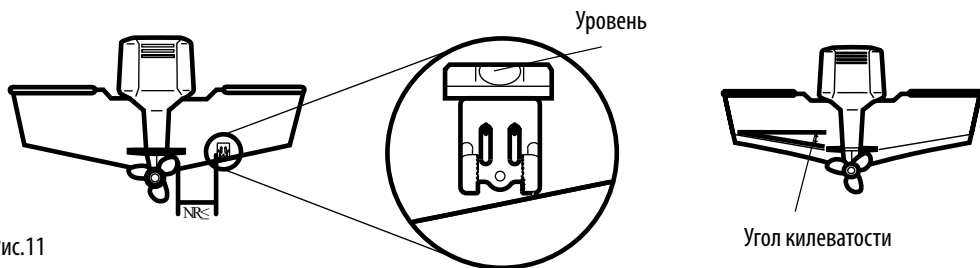

Рис.11
- При движении лодки турбуленция производится весом лодки и вращением винта по часовой или против часовой стрелки. Самые сильные турбулентные зоны – обычно за ребрами, стабилизаторами, рядами заклепок на дне лодки и возле пропеллера. Пропеллеры, вращающиеся по часовой стрелке, создают больше турбулентности на левом борту. На лодках с внешним или внутренним/внешним бортом лучше всего закреплять датчик на расстоянии не менее 15 дюймов (38см) от винта. (рисунок 11).